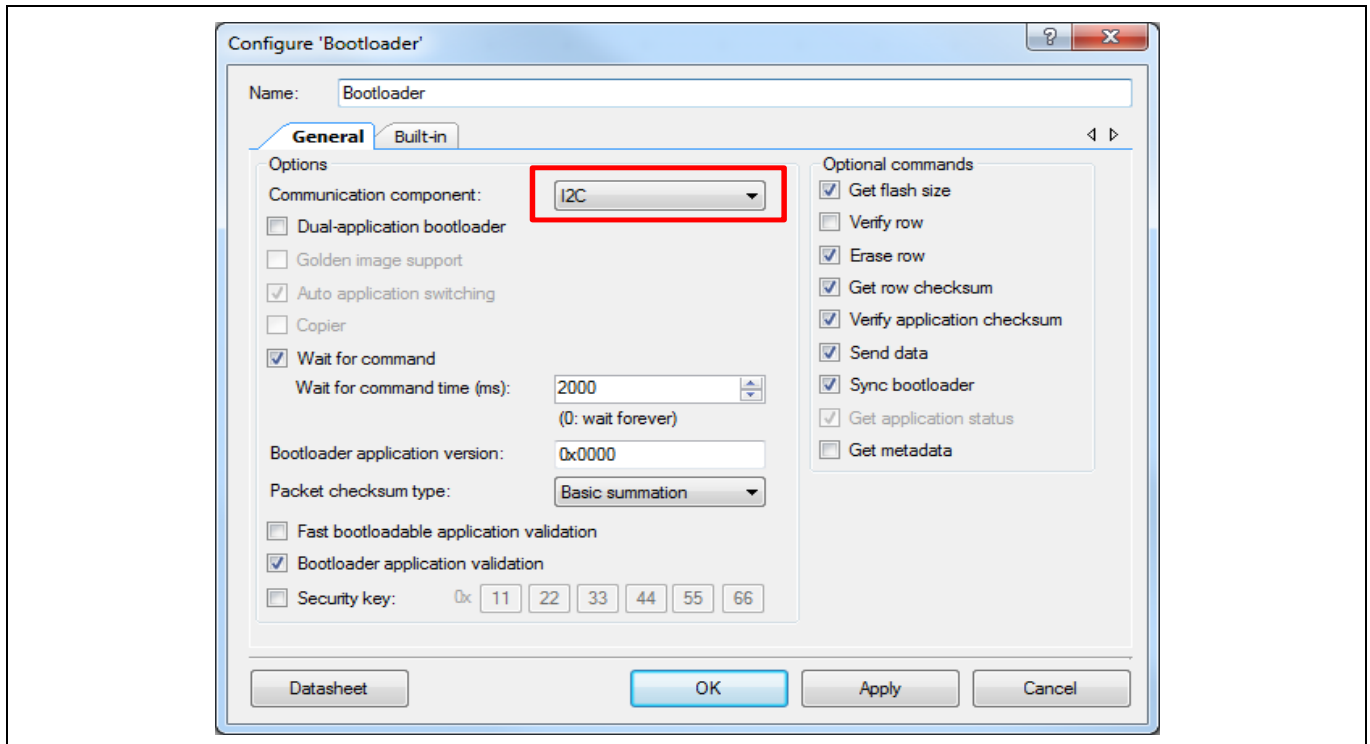

Figure 3 ブートローダの設定
3. ブートローダを設定するために、コンポーネントをダブルクリックします。Figure 3 に示すように、Communication component (通信コンポーネント)として I2C を選択します。他のパラメータは初期設定のままにしてください。これらの設定パラメータの詳細については、「Bootloader Component datasheet」を参照してください。